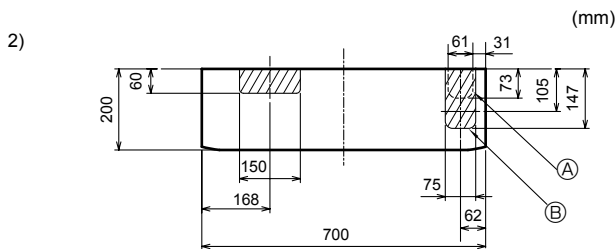

Fig. 3-8
2) Για δεξιά ή αριστερή σωλήνωση με κατεύθυνση προς τα κάτω (Fig. 3-8)